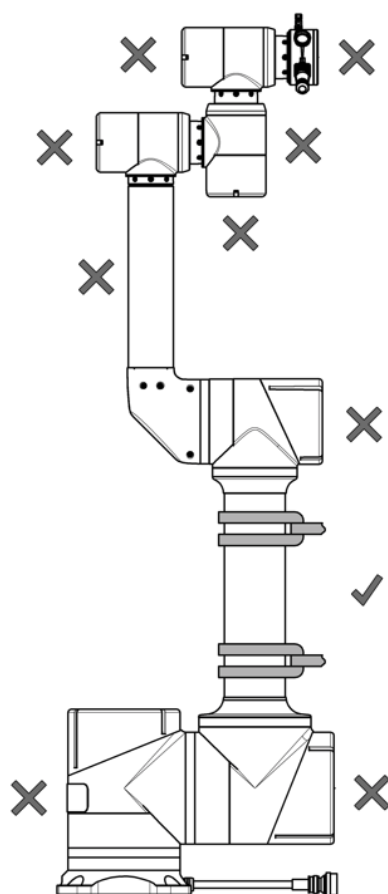

Рисунок I-12 – Разрешенные и запрещенные места обхвата при монтаже/демонтаже манипулятора
2. При обхвате стропами используйте захват мертвой петлей за плечо СП2-СП3 (см. Рисунок I-12).
3. Нельзя подвергать усилиям запрещенные места обхвата (СП4, СП5, СП6) и пластиковые защитные крышки (см. Рисунок I-12).